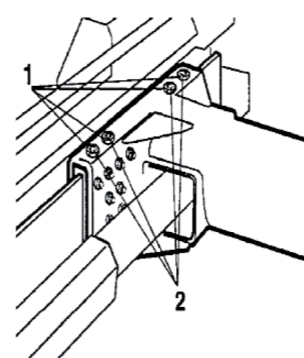

Рис. 27.
- e. Ослабьте четыре контргайки регистра (1, рис. 27).
- f. Вверните каждый из шести винтов регистра ползуна (2, рис. 27) на четверть оборота.
- h. Затяните четыре фиксирующих гайки (1, рис. 27).